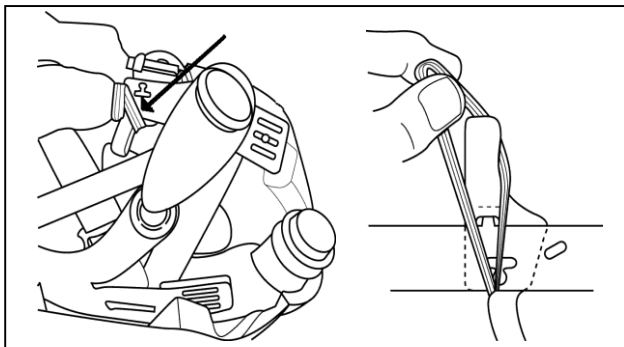

图 13a
- 将视窗置于放下 (关闭) 位置, 从头带的 “T” 形安装点上取下塑料面部密封衬卡件 (图 13a及b)。
- 拿起面部密封处的弹性拉环并将其拉起盖过头架头带同时将其安装到塑料卡件上 (图 13a)。